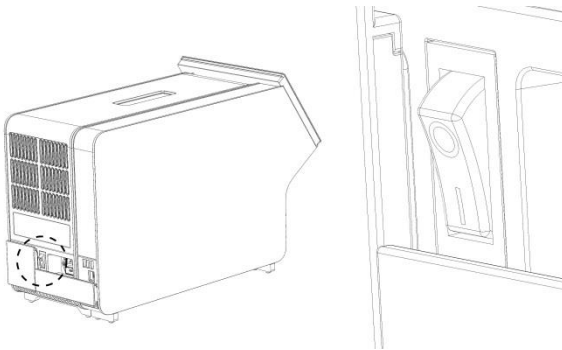

Figura 18. Ubicación del interruptor de alimentación y configuración en la posición "I".
10. Encienda el instrumento pulsando el interruptor de alimentación situado en la parte posterior del módulo analítico en la posición "I" (figura 18). Compruebe que los indicadores de estado del módulo analítico y del módulo operativo sean de color azul.